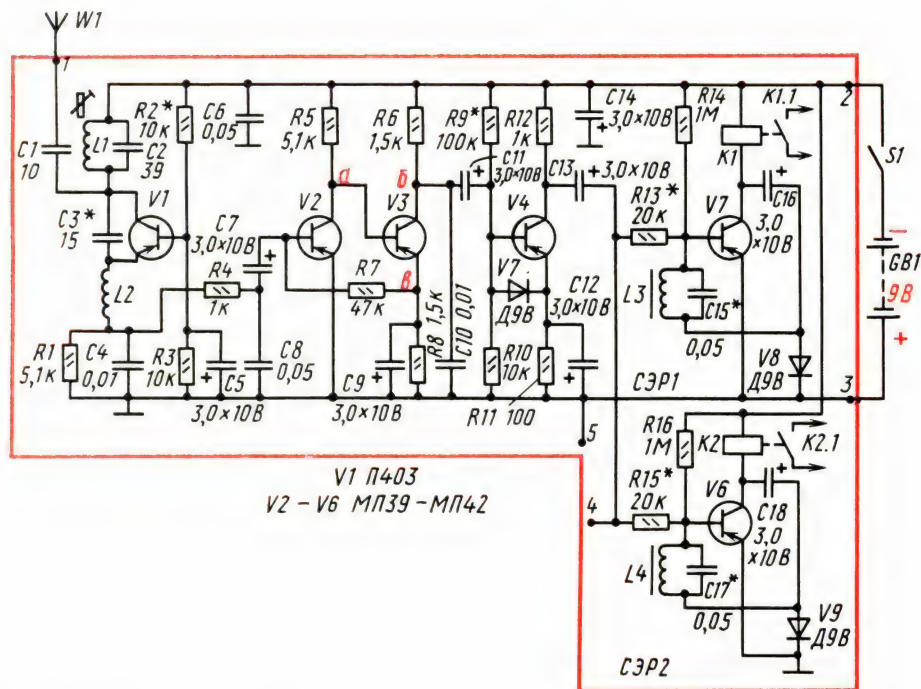

Рис. 361. Принципиальная схема двухкомандного приемника радиоуправляемой модели
**Приемник.** Принципиальная схема приемной аппаратуры, рассчитанной на совместную работу с описанным здесь передатчиком, показана на рис. 361. Приемник, как и передатчик, двухкомандный. Число исполнительных команд можно увеличить добавлением селективных электронных реле.
Приступая к налаживанию сверхрегенератора, проверь напряжения в точках а, б и в (см. рис. 361). В точке а относительно плюсового проводника напряжение питания должно быть примерно 2, в точке б—6, в точке в—около 2 В. Наиболее выгодный режим работы сверхрегенератора устанавливай подбором резистора R2 делителя напряжения R2, R3. Вместо него можно впаять переменный резистор сопротивлением 47–51 кОм и с его помощью добиваться характерного для сверхрегенератора «суперного» шума в высокоомных телефонах, подключенных к контактам 4 и 5. Затем отойди от передатчика на расстояние 3–5 м. Попроси товарища подавать непрерывно передатчиком командный сигнал, а ты, изменяя сердечником индуктивность катушки L1 входного контура, настраивай приемник на несущую частоту передатчика. Если только сердечником не удастся точно настроить кон-